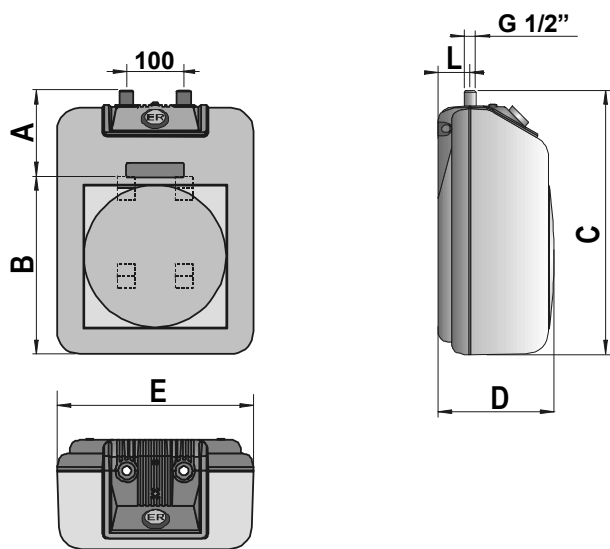

Рис.6
- открыть верхнюю крышку контроля анода (или боковую в горизонтальных моделях) Рис. 6 и 8 отм.1 при помощи отвёртки и освободить центральную часть от полиуретана или изолирующего материала, если он имеется.
- привести сливной кран (Рис. 6 и 8 отм. 12) в открытое положение; или открыть кран холодной воды для слива воды.
- привести сливной кран (Рис. 6 и 8 отм. 12) в закрытое положение;
ОПИСАНИЕ СХЕМ РИС. 6, 7 И 8